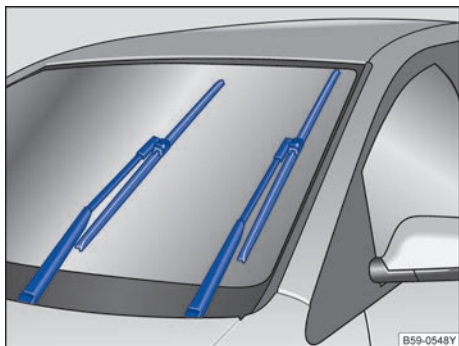

图 121 处于保养位置的刮水片
- 将风窗玻璃刮水器拨杆向下拨至点动刮水位置。使刮水器处于保养位置⇒图 121。